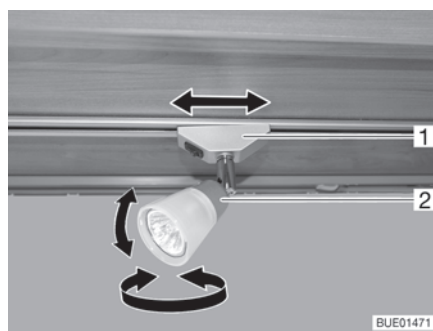

Fig. 35 Faretto
- Orientare l'involucro (Fig. 35,2) del faretto nella posizione desiderata. L'involucro può essere orientato nelle posizioni seguenti:
- Ruotare il supporto (Fig. 35,1) di ca. 45°.
- Ruotare il supporto (Fig. 35,1) di 90°.